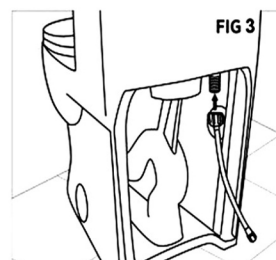

FIG 4
- 3** Place a new wax ring around the waste flange of toilet bowl. (Figure 4)
Mettez un nouvel anneau de cire sur la bride de vidage de la cuvette. (Figure 4)